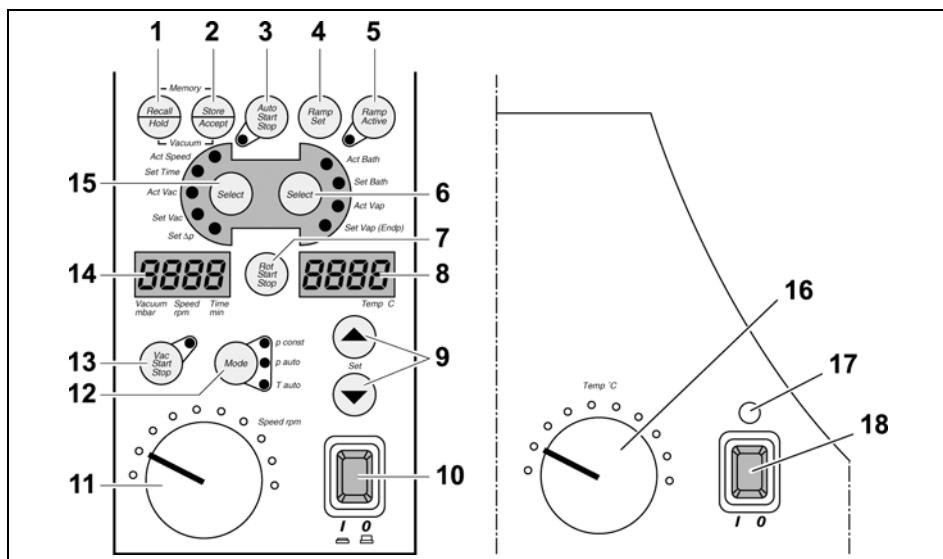

Figura 6-1: Quadro di comando strumento base / bagno di riscaldamento
- ✓ L'evaporatore rotante è pronto per il funzionamento ed è collegato all'interruttore principale dello strumento base (Figura 6-1 (10)).
In caso di temperature nominali superiori a 100 °C, viene visualizzata per un secondo nel display (Figura 6-1 (8)) l'avvertenza: **OIL**.
1. Mettere in funzione il bagno di riscaldamento attivando l'interruttore principale per il bagno di riscaldamento (Figura 6-1 (18)).
L'interruttore principale del bagno di riscaldamento (Figura 6-1 (18)) si illumina di colore verde.
2. Mediante la manopola bagno di riscaldamento (Figura 6-1 (16)) impostare la temperatura ad un valore di almeno 20 °C superiore alla temperatura nominale.
3. Premere il tasto **Select** (Figura 6-1 (6)) finché il LED **Set Bath** non si illumina.
4. Impostare il valore nominale mediante i tasti freccia (Figura 6-1 (9)).
Nel display (Figura 6-1 (8)) viene visualizzata la temperatura nominale. Dopo 5 secondi compare nel display il valore effettivo attuale, il LED **Act Bath** si illumina.
La spia luminosa di colore giallo del bagno di riscaldamento (Figura 6-1 (17)) mediante l'interruttore principale del bagno di riscaldamento (Figura 6-1 (18)) indica che il bagno di riscaldamento si trova nella fase di riscaldamento.
- Premere il tasto **Select** (Figura 6-1 (6)) finché il LED **Act Vap** non si illumina.
Nel display (Figura 6-1 (8)) viene visualizzata la temperatura di ebollizione.
- Premere il tasto **Vac Start Stop** (Figura 6-1 (13)).
Il LED accanto al tasto **Vac Start Stop** (Figura 6-1 (13)) si illumina all'accensione.
Una rinnovata pressione del tasto **Vac Start Stop** (Figura 6-1 (13)) disattiverà nell'apparecchiatura la regolazione del vuoto.
Con il ROTAVAC vario control l'impostazione di un valore per  $\Delta p$  risulta superflua. Nel display (Figura 6-1 (14)) viene visualizzato in **Set  $\Delta p$** : ----. La regolazione del vuoto avviene per mezzo del numero di giri della pompa.
1. Premere il tasto **Mode** (Figura 6-1 (12)) finché il LED **Mode p const** non si illumina
2. Premere il tasto **Select** (Figura 6-1 (15)) finché il LED **Set Vac** non si illumina.
3. Con i tasti freccia (Figura 6-1 (9)) impostare il valore del vuoto nominale desiderato.
Il valore del vuoto nominale viene visualizzato nel display (Figura 6-1 (14)).
4. Premere il tasto **Select** (Figura 6-1 (15)) finché il LED **Set  $\Delta p$**  non si illumina.
5. Mediante i tasti freccia (Figura 6-1 (9)) impostare il valore desiderato per il campo di intervento (isteresi)  $\Delta p$ .
1. Premere il tasto **Mode** (Figura 6-1 (12)) finché il LED **Mode T auto** non si illumina.
2. Premere il tasto **Select** (Figura 6-1 (6)) finché il LED **Act Vap** non si illumina.
4. Premere il tasto **Select** (Figura 6-1 (6)) finché il LED **Set Vap** non si illumina.
5. Con i tasti freccia (Figura 6-1 (9)) impostare la temperatura nominale desiderata.
La temperatura nominale viene visualizzata nel display (Figura 6-1 (8)).
Dopo cinque secondi compare la dicitura **Endp** nel display (Figura 6-1 (14)).
6. Mediante i tasti freccia impostare (Figura 6-1 (9)) la pressione finale desiderata, dopo di cui la distillazione dev'essere interrotta.
La pressione finale impostata compare nel display (Figura 6-1 (8)).